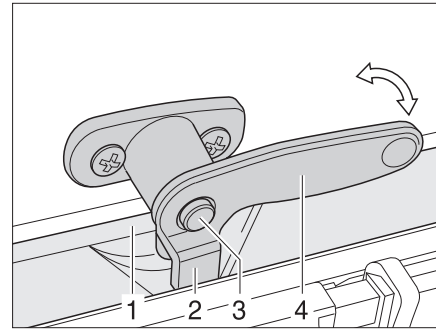

Fig. 72 Palanca de bloqueo con botón de seguridad en posición "cerrado"
- Caso disponible, presionar y mantener presionado el botón de seguridad (Fig. 72,3).